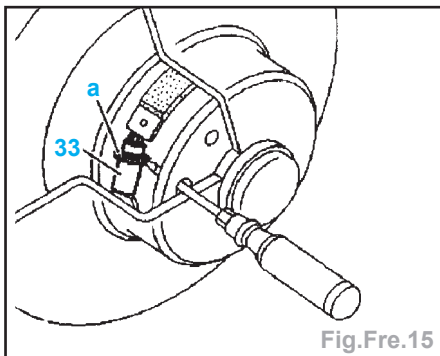

Fig.Fre.15
- A l'aide d'un tournevis, tourner la molette (a) du dispositif de rattrapage (33) jusqu'à ce que les segments de frein s'appliquent contre le disque de frein et que la roue arrière ne puissent plus être tournée (Fig.Fre.15).
- desserrer la molette de réglage (a) du dispositif de rattrapage (33) avec un tournevis à travers un des filetages de fixation de la roue sur le moyeu (Fig.Fre.15).